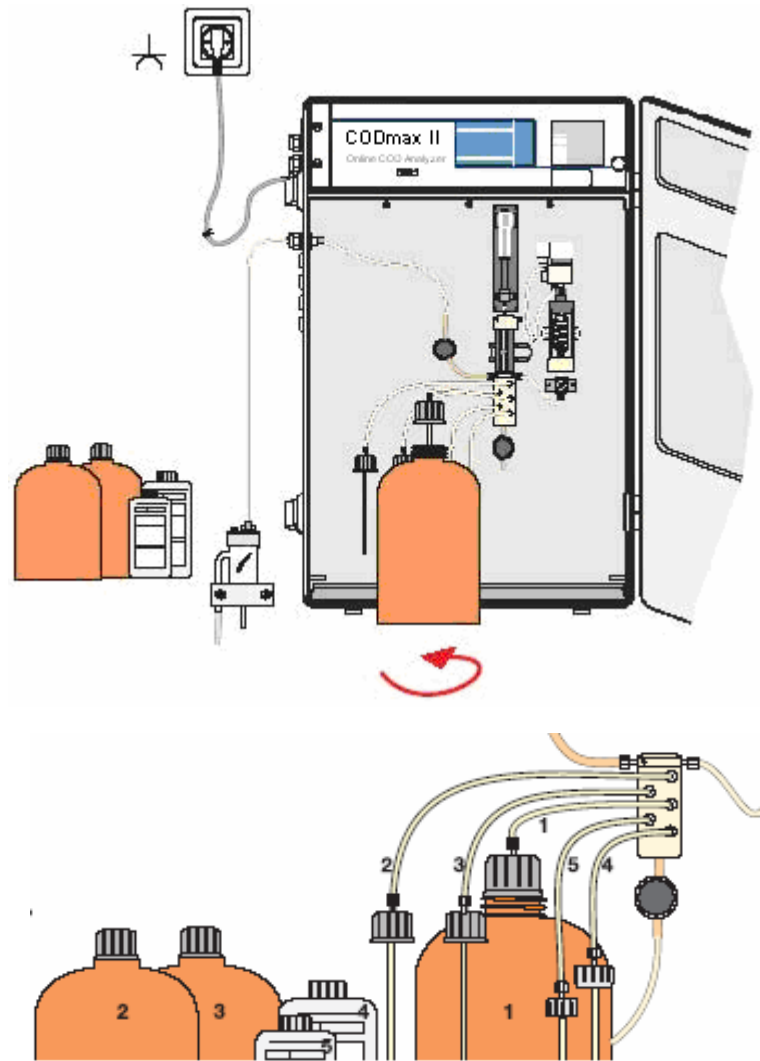

图15 安装试剂
- 2) 用螺旋盖盖紧试剂瓶，注意不是旋转螺旋盖而是旋转试剂瓶——以避免扭曲螺旋盖上的小软管，如图15所示；
- 4) 然后按照图15所示顺序装好每个试剂瓶；